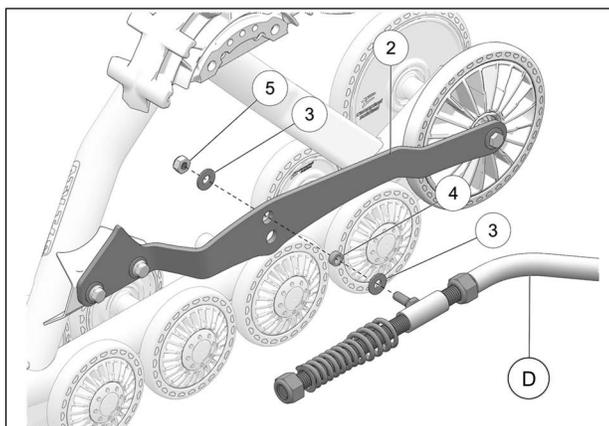

Fig. 11
9. Fixer le bras stabilisateur (D) à la pièce d'ancrage (2) du système de traction à l'aide des rondelles (3), l'espaceur (4) et l'écrou (5). Utiliser le trou du haut. Serrer l'écrou à 50 Nm [37 lb•pi]. Voir la Fig. 11